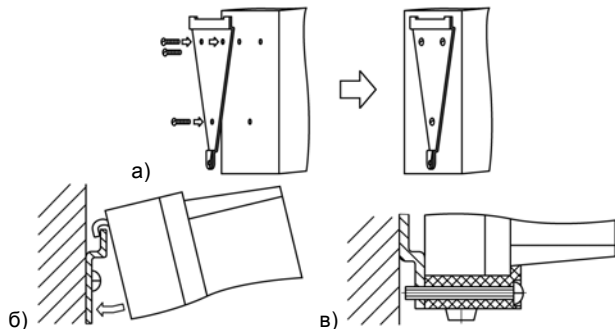

Рисунок 8.1 Монтаж прибора настенного исполнения
- 1) Закрепить кронштейн тремя винтами М4×20 на поверхности, предназначенной для установки прибора (см. Приложение А и рисунок 8.1, а).
- 2) Зацепить крепежный уголок на задней стенке прибора за верхнюю кромку кронштейна (рисунок 8.1, б)
- 3) Прикрепить прибор к кронштейну винтом М4×35 из комплекта поставки (рисунок 8.1, в).